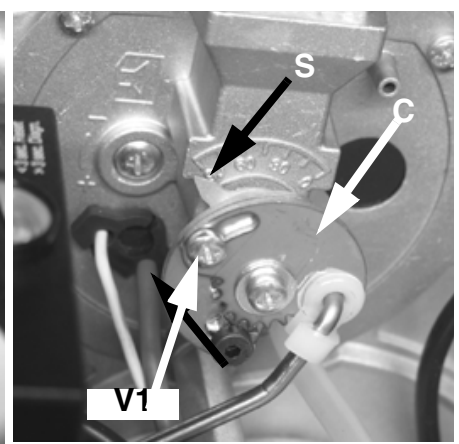

Fig. 31c
- 3 Llevar el quemador a una llama baja. Para variar el caudal de gas aflojar el tornillo V1 (Fig. 31c) y regular el ángulo de apertura de la válvula de mariposa girando la placa C (la rotación hacia la derecha disminuye el caudal de gas y viceversa). El índice S indica el ángulo de apertura.